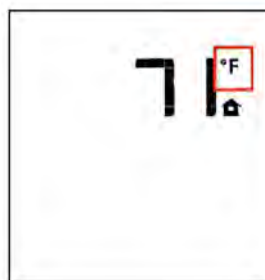

Figure 65. Indications de température ambiante.
- Positionnez à «OFF» la télécommande, puis appuyez en même temps sur les touches «Thermostat» et «Mode». L'afficheur indiquera la température ambiante actuelle, en changeant d'unité (Fahrenheit ou Celsius) à chaque fois que vous appuyez simultanément sur ces touches. Voir fig. 65.